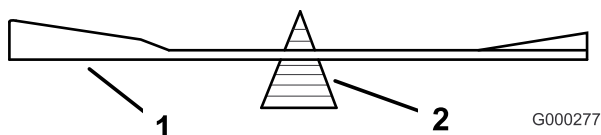
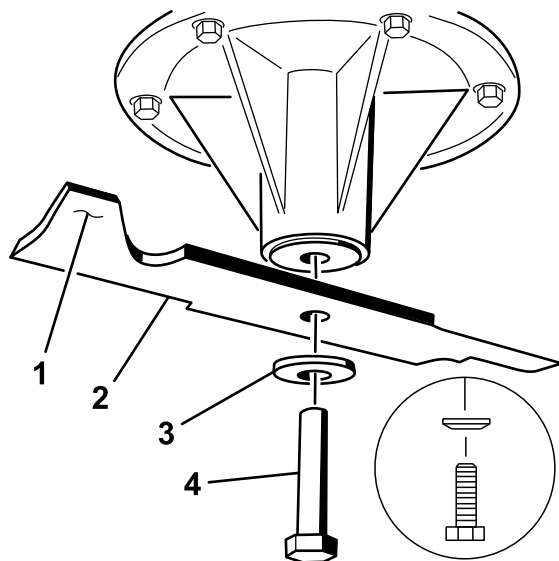

Figure 87
Figure 88
2. Enlevez de l'axe, le boulon, la rondelle bombée et la lame (Figure 88).
2. Vérifiez l'équilibre de la lame en la plaçant sur un équilibreur (Figure 87). Si la lame reste horizontale, elle est équilibrée et prête à l'utilisation. Si la lame est déséquilibrée, limez un peu l'extrémité de la partie relevée seulement (Figure 88). Répétez la procédure jusqu'à ce que la lame soit équilibrée.
1. Placez la lame sur l'axe (Figure 88).
2. Montez la rondelle bombée et le boulon de la lame. Le cône de la rondelle bombée doit être dirigé vers la tête du boulon (Figure 88).